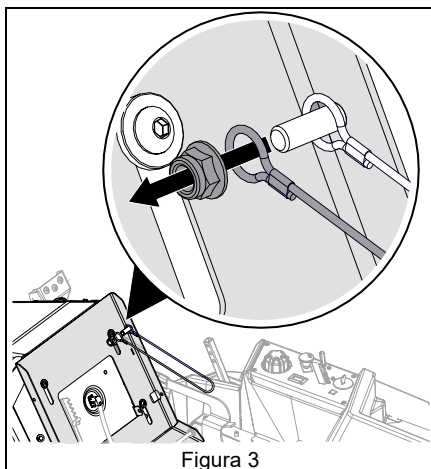

Figura 3
1. Rimuovere il dado e un'estremità del cavo del sedile. Rimontare il dado per fissare la restante estremità del cavo alla piastra del sedile. Vedere Figura 3.